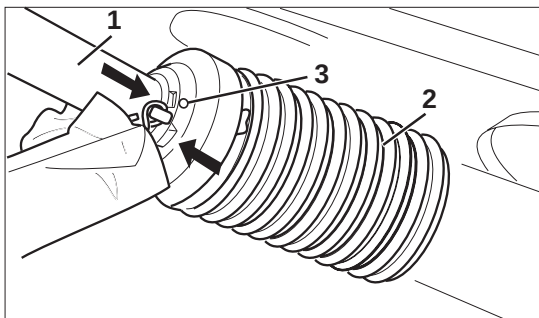

Fig. 5.5
- Skjut på skyddsroret (Fig. 5.5/1) och vrid skyddstratten (Fig. 5.5/2) till monteringsläget.
- Dra åt fixerskruven (Fig. 5.5/3).